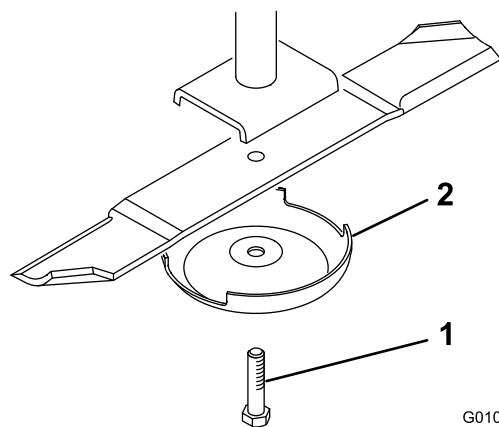

図 31
2. ぼろきれや厚いパッドの入った手袋を使ってブレードの端部をしっかり握る。スピンドルのシャフトからブレードボルト、芝刈り防止カップ、ブレードを取り外す  図 31。